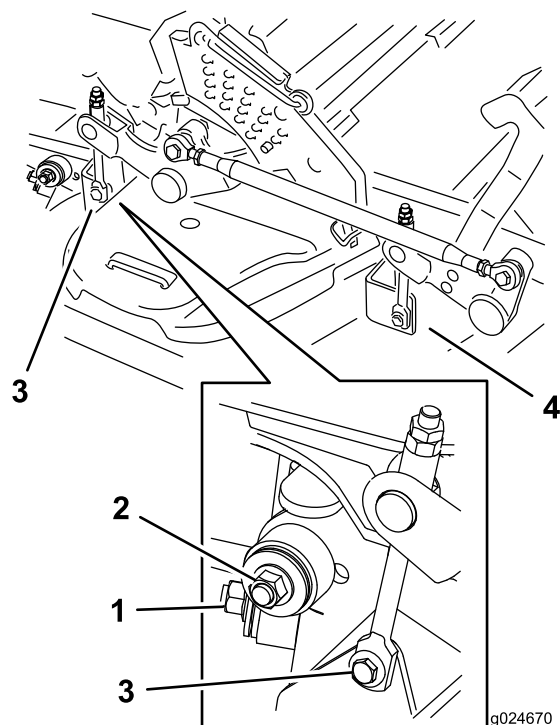

Bild 96
7. Entfernen Sie die Schrauben an beiden Seiten des Mähwerks (bewahren Sie sie auf), wie in Bild 96 abgebildet.